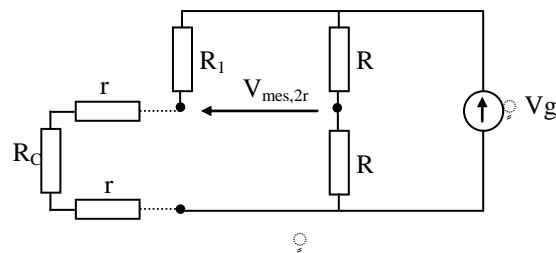

Figure2 : Montage en pont, du capteur éloigné
4. Le capteur est maintenant mis en service mais à grande distance de l'électronique constitué par le pont, de son alimentation et du système de mesure de la tension différentielle. La résistance des fils de liaison du capteur à son électronique n'est plus négligeable. Celle-ci est modélisée selon la figure 2 par deux résistances supplémentaires r .